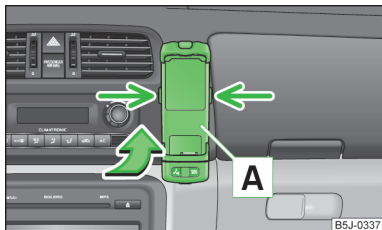

Fig. 82
- Împingeți mai întâi adaptorul [A] în sensul săgeții » fig. 82 până la limită în suport. Apoi apăsați ușor în jos adaptorul, până când acesta se blochează.
- Apăsați simultan elementele de blocare laterale ale suportului » fig. 82 și scoateți telefonul cu adaptorul.